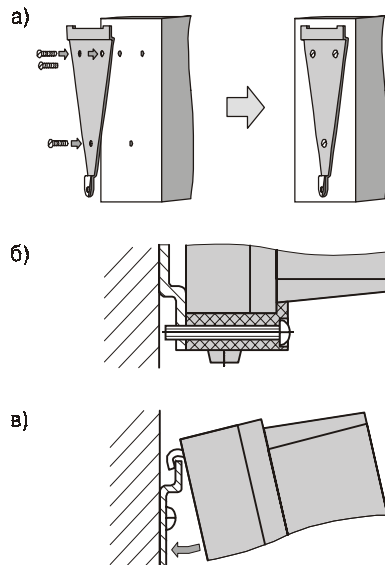

Рис. 10
1. Закрепить кронштейн тремя винтами М4 на поверхности, предназначенной для установки прибора (см. *прил. 1* и рис. 10, а).
2. Зацепить крепежный уголок на задней стенке прибора за верхнюю кромку кронштейна (рис. 10, б)
3. Прикрепить прибор к кронштейну винтом М4 x 35 из комплекта поставки (рис. 10, в).